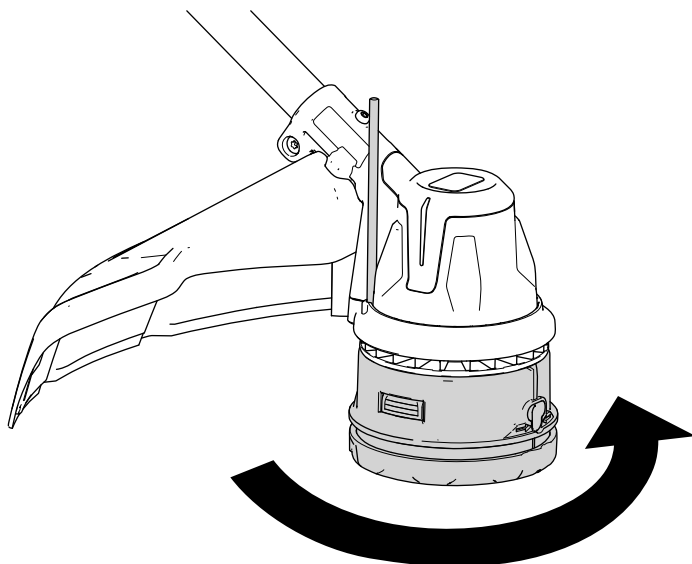

Figura 17
3. Con el cabezal de la desbrozadora inmovilizado por la herramienta, gire el cabezal de la desbrozadora en sentido antihorario para retirarla del espárrago roscado de la caja de engranajes (Figura 17).